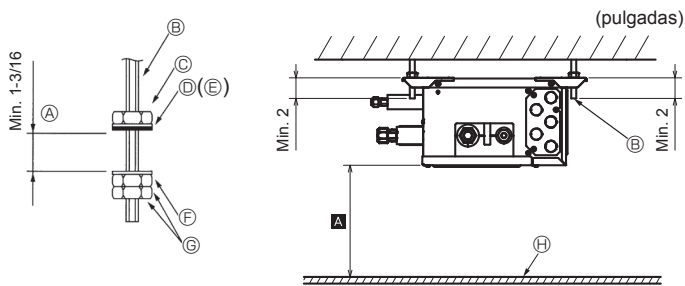

Fig. 6-1
- (2) Fije las arandelas (①, ②) y tuercas (adquiridas localmente) a los pernos de suspensión. (Fig. 6-1)
- (3) Cuelgue la unidad de los pernos de suspensión.
- (4) Apriete completamente las tuercas (compruebe la altura del techo).
- (5) Utilice un nivel para alinear la caja de derivación horizontalmente.
- Ⓓ Arandela (con cojinete) ①
- Ⓕ Arandela (sin cojinete) ②